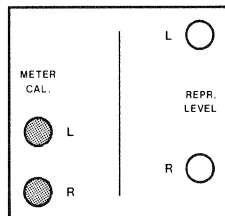

Fig. 6.4.-4
- Effectuez les commutations selon la fig. 6.4.-3.
- A l'aide des réglages METER CAL. L + R (fig. 6.4.-4) gauche et droit, étalonnez les VU-mètres sur 0 dB.